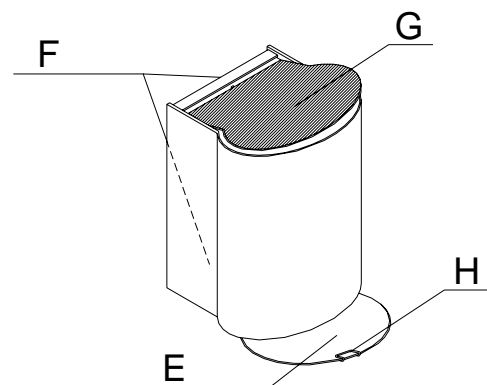

Fig. 4
- **Positionner le verre diffuseur E-G en encastrant tout droit l'extrémité sous la petite plaque F (fig. 4). Pendant cette opération, veiller à ce que la partie polie du verre diffuseur et le ressort H facilitant son extraction sont placés vers l'extérieur.**
- > **Posizionare i vetri diffusore E-G facendo incastrare l'estremità diritta sotto il lamierino F (fig. 4). Durante questa operazione fare attenzione che la parte lucida del vetro diffusore, con l'apposita molletta H che serve per facilitarne l'estrazione, sia posizionata verso l'esterno.**
- > **Place the diffusing glass E-G making sure that the straight edge under the plate F is fixed (Fig. 4). While placing the diffusing glass make sure that its bright side, together with the proper spring H used to take it out more easily, is fitted outwards.**